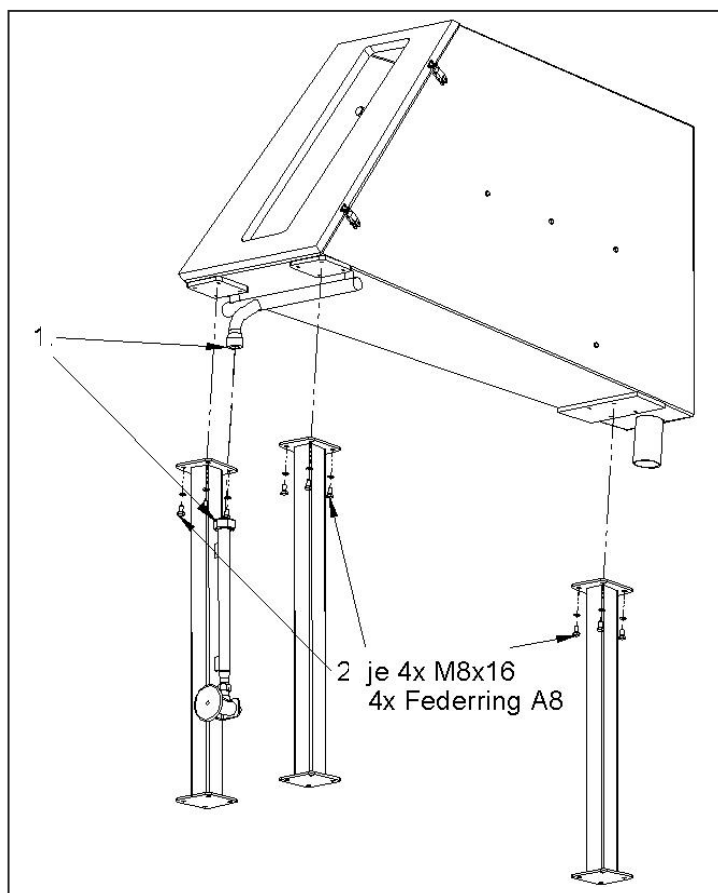

Рис. 5-3
1. Плотнo свинтить водяную трубу (1) (Рис. 5-3)
2. Привинтить три ножки к верхней части машины с помощью прилагаемых винтов (2) (Рис. 5-3).